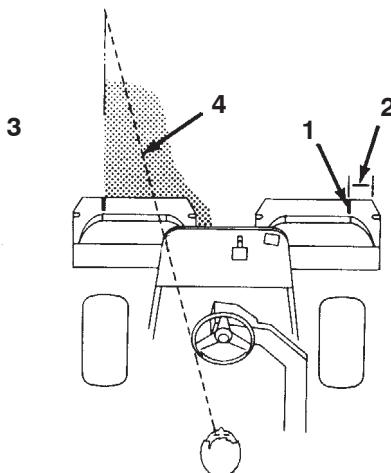

Bild 40
- Wenn Sie zurückfahren, sollte der neue Mähgang den ersten ein klein wenig überlappen. Damit Sie in einer möglichst geraden Linie über die Grünfläche fahren können und einen gleichmäßigen Abstand zum zuvor gemähten Rasenstück einhalten können, sollten Sie sich eine imaginäre Sichtlinie ungefähr 1,8–3 m vor der Maschine bis zum Rand des noch ungemähten Teils der Grünfläche vorstellen (Bild 40). Manche Leute finden es auch hilfreich, die äußere Kante des Lenkrads in die Sichtlinie mit einzubeziehen, d.h. sie halten das Lenkrad in einer Linie mit einem Punkt, der immer im gleichen Abstand von der Vorderseite der Maschine bleibt.